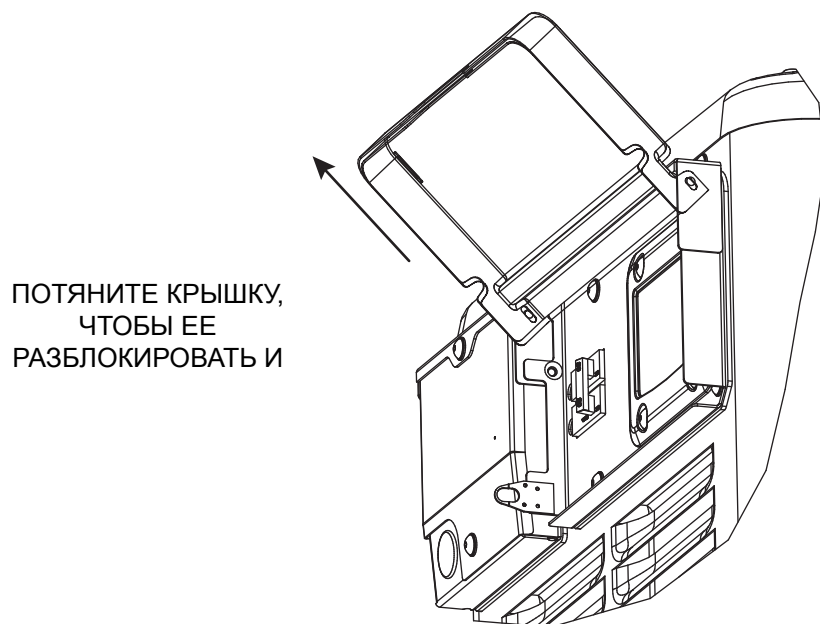

Рис. 3-2. Закрытие крышки панели управления
Пользовательский интерфейс включает в себя семь (7) светодиодных индикаторов, которые сигнализируют об аварийных состояниях, тревогах и необходимости проведения технического обслуживания. Более подробную информацию о значениях светодиодных индикаторов см. рис. 3-2 и представленную ниже таблицу.